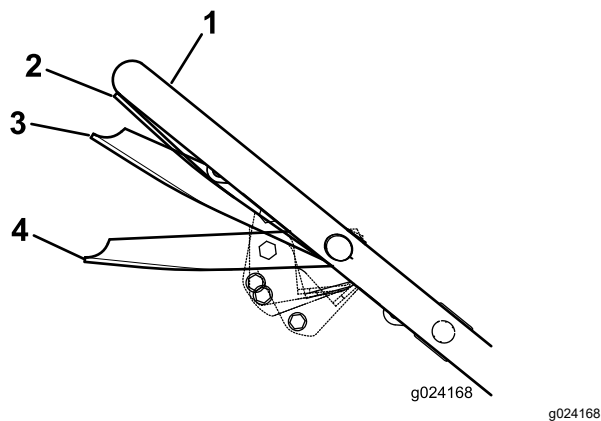

Figura 19
3. Apriete la barra de control de la cuchilla contra el manillar hasta la posición Marcha/avance (Figura 19).
**Importante:** Si cambia de velocidad mientras aprieta la barra de control de la cuchilla contra el manillar en la posición de Marcha/avance, podría dañar la transmisión. Mueva la barra de control de la cuchilla a la posición Marcha/cambio (Figura 19) antes de cambiar la velocidad de avance.